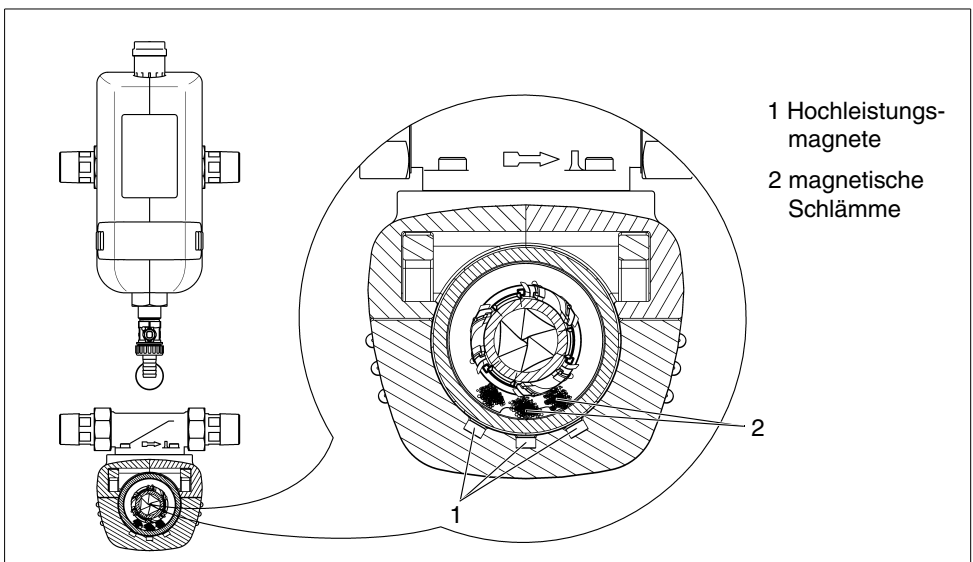

Abb. 6: Magnetabscheider in Funktion
Mit den drei Hochleistungsmagneten (1) des JUDO MAFI werden magnetische Schlämme (2) zurückgehalten und durch regelmäßiges Spülen dauerhaft entfernt (siehe Abb. 6).